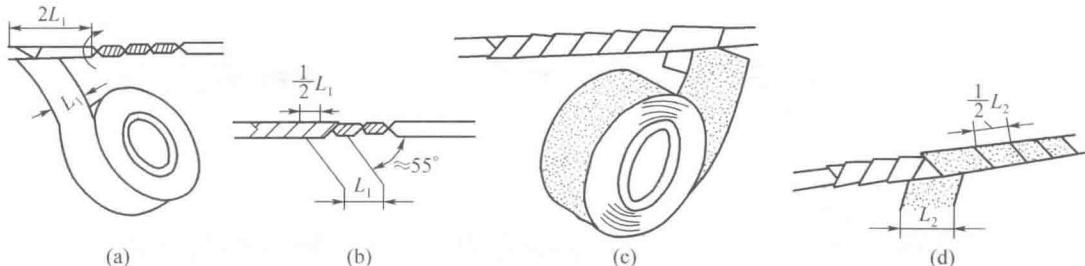

图1-19 直线连接接头的绝缘恢复
(1) 首先将黄蜡带从导线左侧完整的绝缘层上开始包缠,包缠两根带宽后再进入无绝缘层的接头部分,如图1-19(a)所示。
(2) 包缠时,应将黄蜡带与导线保持约55°的倾斜角,每圈叠压带宽的1/2左右,如图1-19(b)所示。
(3) 包缠一层黄蜡带后,把黑胶布接在黄蜡带的尾端,按另一斜叠方向再包缠一层黑胶布,每圈仍要压叠带宽的1/2,如图1-19(c)、图1-19(d)所示。